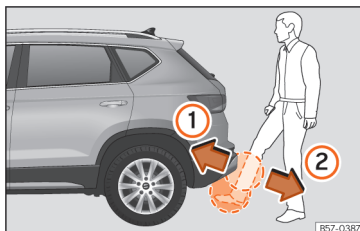

Fig. 89 Porta da bagageira com abertura controlada por sensor (Easy Open)
»» **Fig. 89** ①.
- »» **Fig. 89** ②. A porta da bagageira abre-se automaticamente.